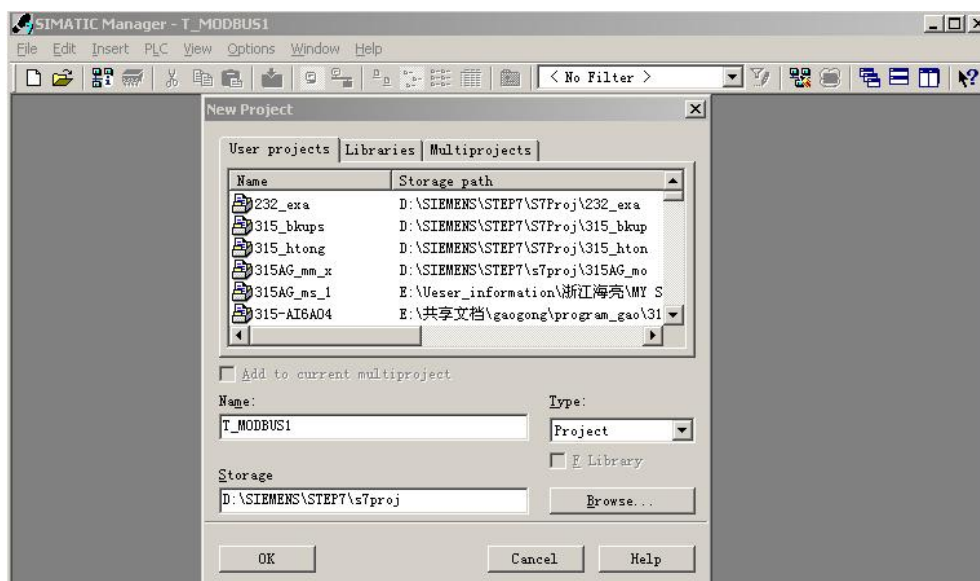

图 5-3
(3) File→New, 键入项目文件名: T\_MODBUS1, →OK。见图 5-3: